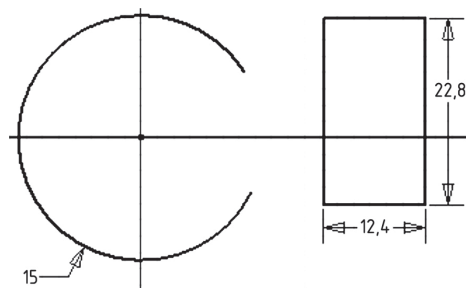
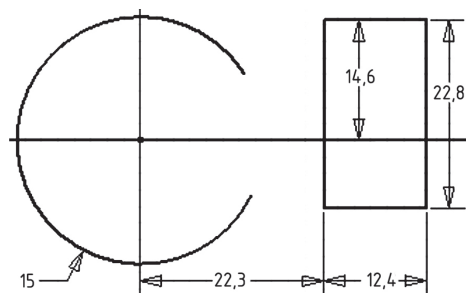

Рис. 7
Рис. 8
- Из панели «Зависимость» выбираем команду «Размеры» и ставим на *прямоугольник размерную зависимость формы*, показывающие габариты (рис. 7), затем – *размерные зависимости расположения* относительно начала построения, то есть от центра *дуги окружности*, до соответствующих сторон *прямоугольника* (рис. 8).